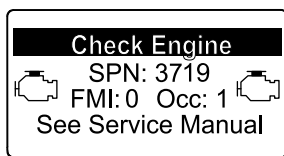

Figure 44
- Avertissement moteur SPN 3719, FMI : 0 (Figure 44)